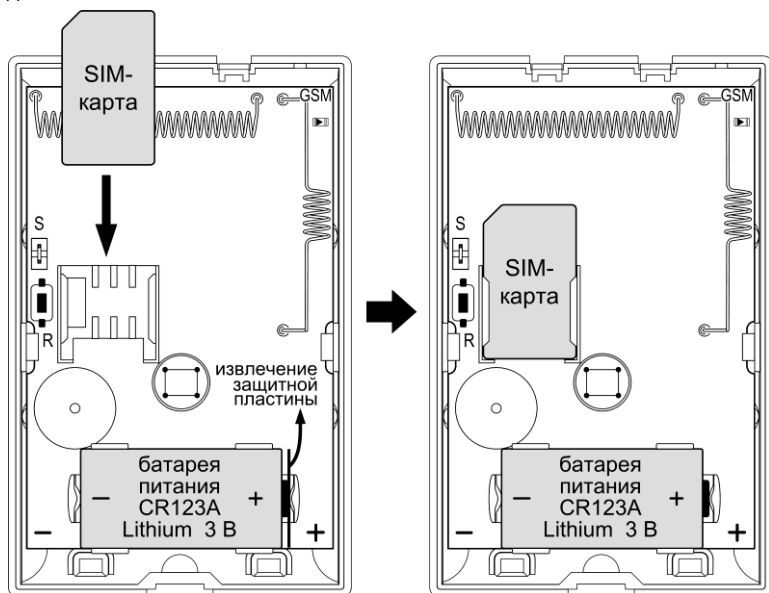

Рис.7 Установка SIM-карты и извлечение защитной пластины
2. Убедитесь, что SIM-карта установлена в соответствии с рис.7, либо установите SIM-карту (если не установлена) – см. рис.7.
3. Включите питание сигнализатора – извлеките защитную пластину из контакта батареи питания (см. рис.7) или установите батарею, соблюдая полярность (если она была извлечена).
2. Убедитесь, что SIM-карта установлена в соответствии с рис. 7.